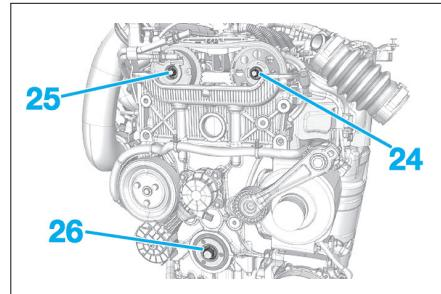

Fig. 11
- la vis de fixation (24) pignon arbre à cames échappement (Fig.11),
- la vis de fixation (25) pignon arbre à cames admission,
- la vis de fixation (26) moyeu poulie vilebrequin.